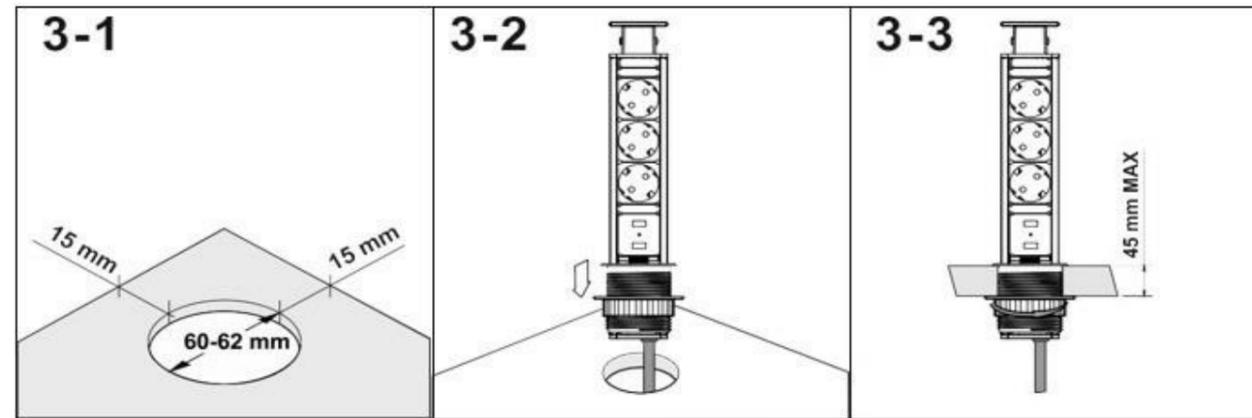

Рис.3
- **ВНИМАНИЕ:** Для подъема используйте только ручку (Рис.3).